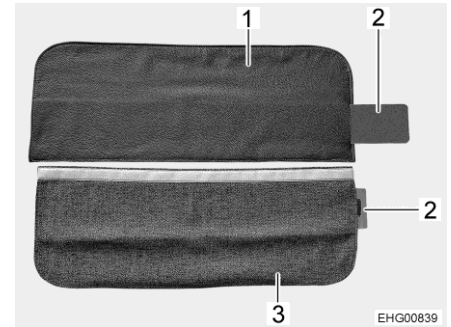

Bild 64 Sicherheitsgurtverkleidung
Die Sicherheitsgurtverkleidung kann aus Leder (Bild 64,1) oder aus Stoff (Bild 64,3) gefertigt sein.
- Metallverstärkung (Bild 64,2) komplett in Tasche der Sicherheitsgurtverkleidung (Bild 64,1 oder Bild 64,3) schieben.